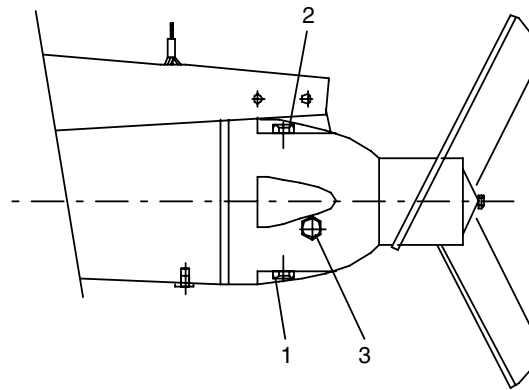

Рис. 23
2. Отпустить и вывернуть пробку (поз. 2), смотрите рис. 23.